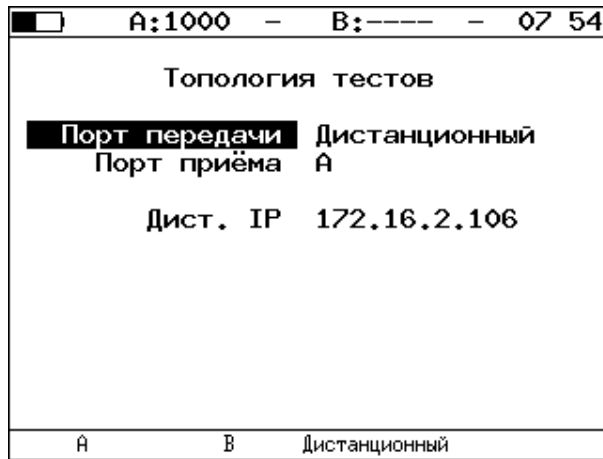

Рисунок 10.11. Экран «Топология тестов»
5. На локальном приборе перейти в меню «Y.1564» ⇒ «Настройки» ⇒ «Топология тестов» (см. рис. 10.11). Выбрать: